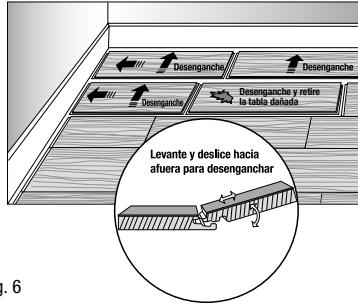

Fig. 6
2. Retire las tablas desenganchándolas (Fig. 6). Numere las tablas al dorso para que se puedan reubicar más tarde. Puede trabajar en cualquier dirección, regresando cuidadosamente hacia la pieza dañada.